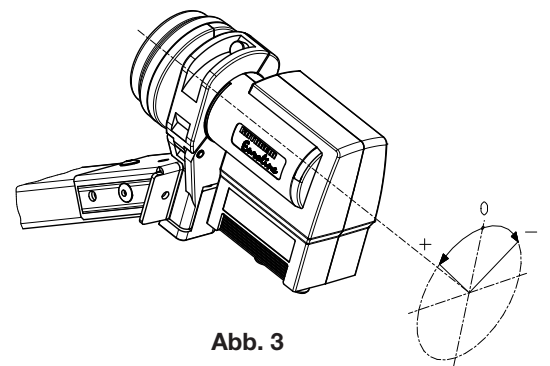

Abb. 3
4. Speisesystemhalterung fest verschrauben (Abb. 3).